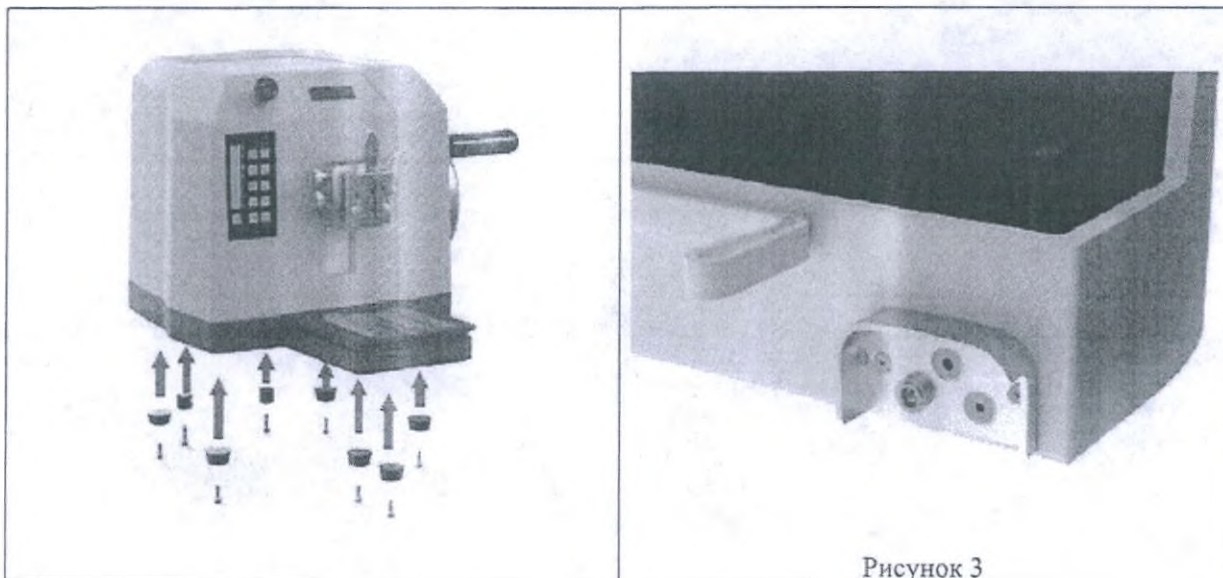

Рисунок 3
- Затем равномерно сдвинуть блок Aquates (рисунок 2.1) к ротационному микротому. Подключить кабель электропитания, кабель датчика температуры и кабель для освещения к левой задней стенке корпуса системы Aquates (см. рисунок 3). Провести кабель электропитания под микротомом и вывести его к задней стенке.
См. рисунок 3: кабель питания заканчивается электрическим разъемом. Вставить вилку вместе со шнуром питания светодиода и шнуром датчика температуры в заднюю стенку системы Aquates.